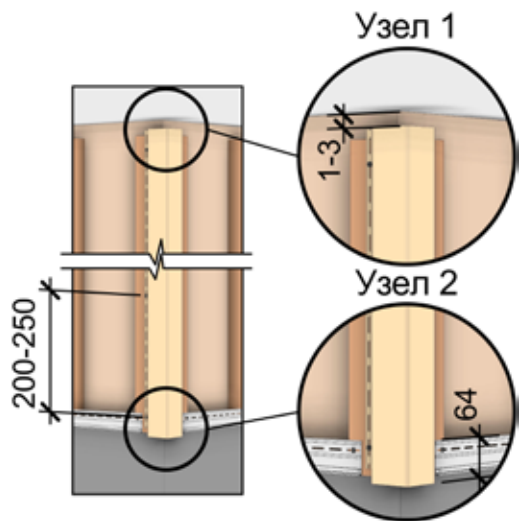

Рис. 5 Установка внешних углов
- При монтаже вертикальных профилей первый саморез должен фиксировать профиль в верхней части первого попадающего целиком на обрешётку монтажного отверстия (рис. 5, узел 1).
- Вертикальные профили необходимо устанавливать с зазором, компенсирующим температурные расширения, от 1 до 3 мм в верхней части (рис. 5, узел 1) и от 1 до 6 мм в нижней части.
Внешние углы необходимо устанавливать таким образом, чтобы их верхняя часть была на 1-3 мм ниже ограничивающей плоскости, а нижняя часть на 64 мм ниже верхнего края стартового профиля панелей сайдинга Docke LUX под камень. Профили следует крепить к обрешётке саморезами (п.2) с шагом 200-250 мм (рис. 5).